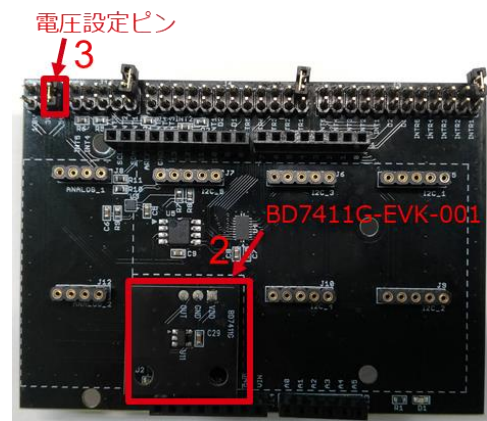

Figure 2. BD7411G-EVK-001 と SensorShield の接続
2. SensorShield の GPIO に BD7411G-EVK-001 を接続 (Figure 2)
3. SensorShield の電圧設定を 5.0V に設定 (Figure 2)